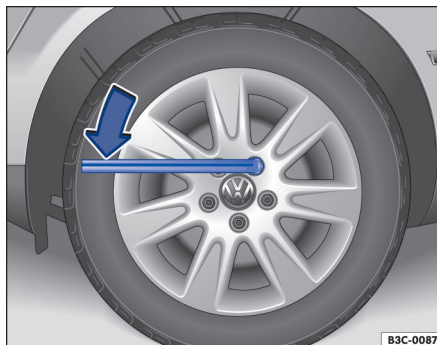

Fig. 194 Troca de roda: soltar os parafusos de roda.
- Encaixar a chave de roda no parafuso de roda até o batente → Fig. 194.